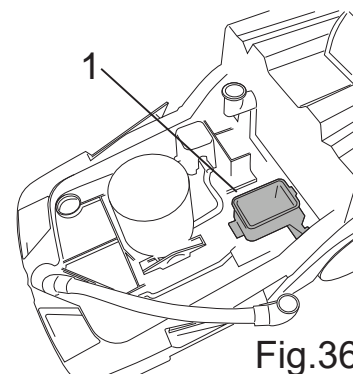

Fig.36
- Gör rent gasventilen invändigt (bild 36-ref.1). Avlägsna eventuella beläggningar och spola med vatten, torka av lockets packningar med en mjuk trasa.